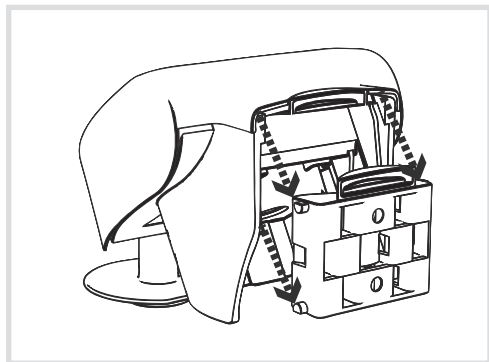

Figura 8: installazione sul supporto
- (10) Morsetti di collegamento per tensione ausiliaria
- (11) Morsetto di connessione bus KNX
- (12) Connettore a spina per il sensore di pioggia nel coperchio della scatola
- (13) Pulsante di programmazione e LED
- (14) Antenna GPS
- Ricollocare il coperchio (8) sulla parte inferiore della scatola (3) e spingere con cautela verso il basso fino a udire un „clic“.
- Spingere la stazione meteorologica da sopra nel supporto montato. Le protuberanze presenti sul supporto devono innestarsi a scatto nelle guide presenti nella parte inferiore della scatola (figura 8).